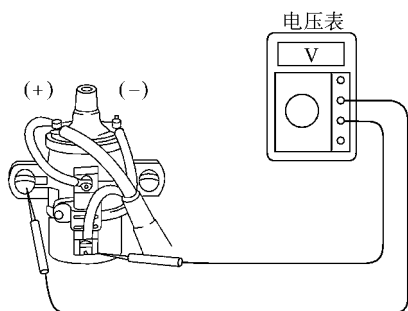

图 5-13 测量电阻器电压
1) 将点火开关置于 ON 位置, 使用电压表使其正极 (+) 测试棒接到电阻器 (黑和红线) 的接线柱上, 负极 (-) 测试棒接到壳体的接地端子上测量电压, 如图 5-13 所示。